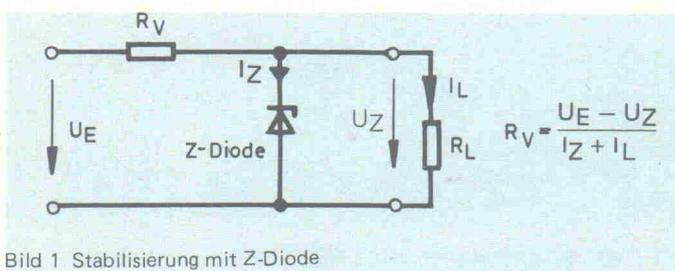

Bild 1 Stabilisierung mit Z-Diode
Der LM 3914 ist ein überaus vielseitiges IC, der entwickelt wurde, um eine analoge Eingangsspannung zu lesen und eine 10 LED-Zeile anzusteuern, damit so eine analoge optische Anzeige dieser Spannung ermöglicht wird. Der Baustein erlaubt entweder eine Punkt- oder eine Bandskalaanzeige. Bild 1 zeigt die möglichen Anzeigearten einer 5V-Spannung auf einer 10V-Skala. Die Vorteile einer elektronischen Skala liegen auf der Hand: unempfindlich gegen Vibration, eindeutige Anzeige und gute Genauigkeit. Außerdem bekommt man die ganze Schaltung auch preisgünstiger als ein entsprechendes Analoginstrument.
Als einfachste Methode zur Erzeugung einer Eichspannung bietet sich zunächst einmal die Z-Diode an (Bild 1). Diese einfache Schaltung hat zwar in vielen Anwendungsfällen ihre Berechtigung, zur Erzeugung einer Referenzspannung für unsere Zwecke hat sie aber entscheidende Nachteile. Der Hauptnachteil ist die relativ große Toleranz der Ausgangsspannung (Z-Spannung). Bei einer der besseren Referenzdioden vom Typ 1N829 kann z. B. die Ausgangsspannung bei einem Wert zwischen 5,9 V und 6,5 V liegen. Weiterhin ist die Z-Spannung noch vom Z-Strom abhängig. Ein weiterer Nachteil der Z-Diode ist der Temperaturkoeffizient (TK). Er hängt ebenfalls vom Z-Strom ab und ist dazu noch über den Temperaturbereich nicht konstant. Aus dem eben Gesagten geht hervor, daß die Z-Diode für eine Eichspannungsquelle kaum einsetzbar ist.